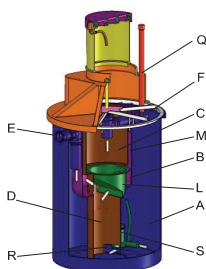

Рис. 5. Азиратор
Очищенная на 50-60% сточная вода самотеком через выходной патрубок поступает на станцию аэрации (Рис. 5).
После предварительной обработки в септике-отстойнике сточная вода через входной трубопровод E (Рис. 5) поступает в азротенк для дальнейшей очистки. В емкости «А» азротенка вода насыщается кислородом воздуха (азрируется) при помощи погружного насоса (S). Одновременно с этим происходит интенсивное перемешивание азрированной воды.
Азрированная смесь перетекает из емкости окисдирования-нитрификации «А» (Рис. 5) в емкость «В», через первую серию отверстий (Т1), проделанных в верхней части ускорителя (М) и стекает по вертикали вниз. В нижней зоне емкости «В» поток перетекает в емкости (С) и (D) через серию отверстий (Т2).